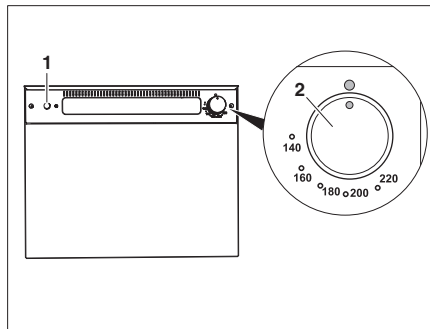

Bild 347 Gasbackofen (Thetford)
- Den Drehregler (Bild 347,2) leicht drücken und nach links auf eine beliebige Position drehen.
- Zündschalter (Bild 347,1) so oft drücken, bis die Flamme brennt.
- Den Drehregler (Bild 347,2) auf "O" drehen. Die Flamme erlischt.